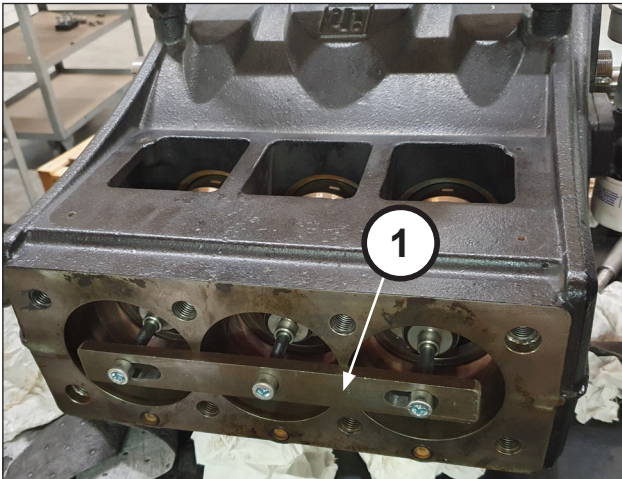

Abb. 31
Verwenden Sie als Arbeitshilfe das entsprechende Werkzeug (Art. 27566200) – (Pos. ①, Abb. 31).